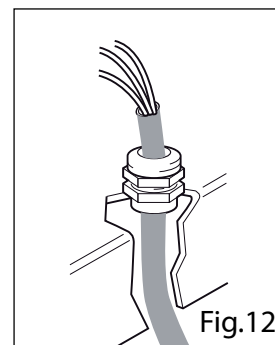

Fig.12
- O cabo de tipo H07RN-F deve ser inserido no equipamento através do cerra-cabos e preso a este último (Fig. 12).